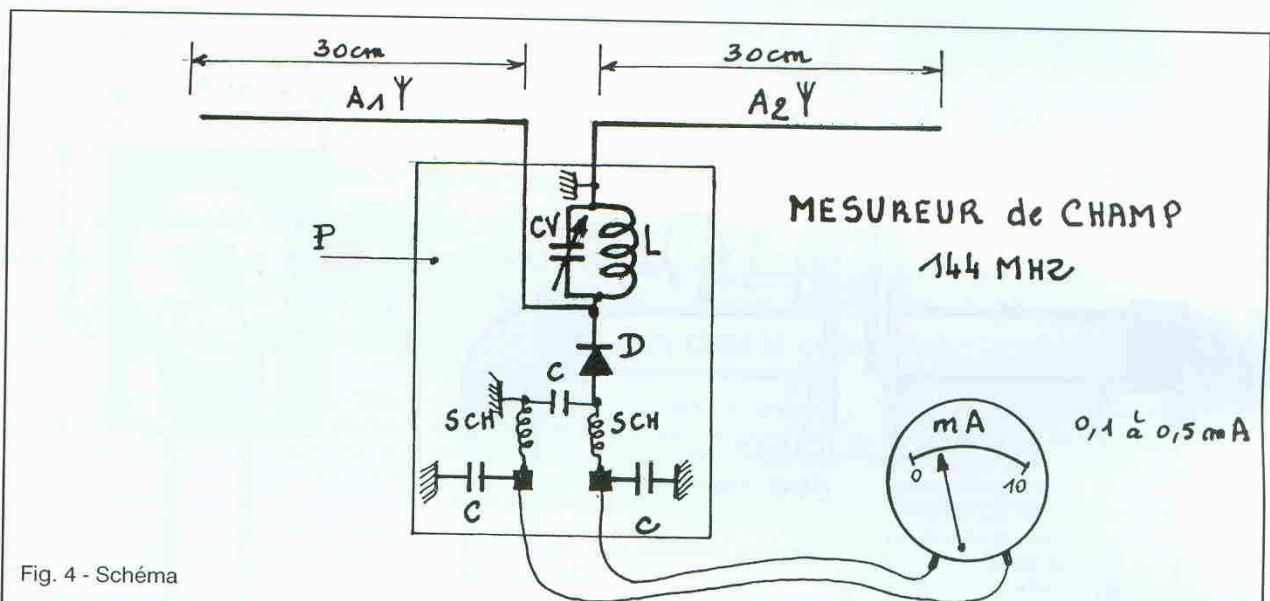

Fig. 4 - Schéma
**Le mesureur de champ** (Figure 4 et 5)
- Détail des éléments de la figure 4**